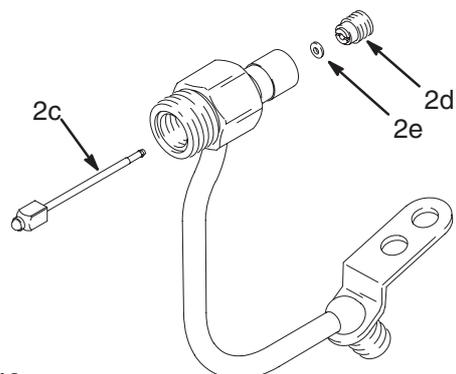

Fig. 12 03974
8. Remova a agulha (2c). Desaperte o retentor do vedante (2d). Remova o vedante (2e). Ver Fig. 12.